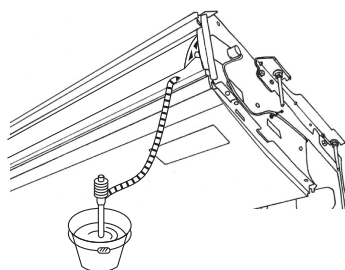

Fig. 5-3
2. Attacher la gaine ⑥ (fournie avec l'appareil) au tuyau d'évacuation ⑤.
3. Relier le tuyau d'évacuation (VP-20) à la douille ⑤ avec un adhésif de chlorure de vinyle.
4. Envelopper la gaine ⑦ (fournie avec l'appareil) autour du tuyau d'évacuation. (Bandage de soudure)
- ① Bac d'évacuation
- ② Tuyauterie d'évacuation
- ③ Gaine de la douille ⑤
- ④ Douille ⑤
- ⑤ Gaine de la tuyauterie d'évacuation ⑦
- ⑥ Butée
- ⑦ Longueur d'insertion : 37 mm
5. Vérifier que le système d'évacuation est correct. (Fig. 5-3)